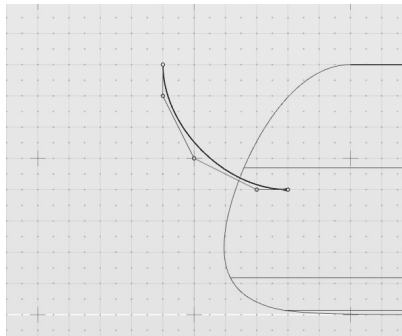

图 5-50 创建一条 NURBS 曲线
1) 激活前视图，在壶身的另外一侧，创建一条 NURBS 曲线，如图 5-50 所示。